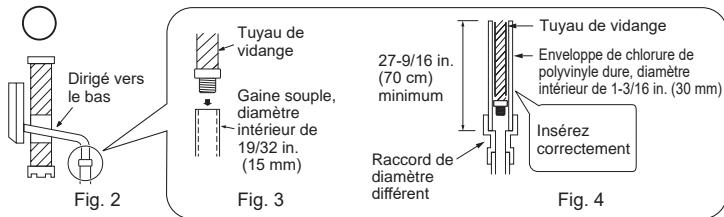

Fig. 3
- 6) Préparez l'extrémité du câble de terre (Fig. 3). Branchez-la à la borne de mise à la terre du boîtier électrique.
- 7) Préparez l'extrémité du câble de connexion de l'unité interne/externe (A) (Fig. 3). Branchez-la au bloc de raccordement. Veillez à ne pas effectuer d'erreur de branchement. Fixez fermement le câble au bloc de raccordement pour ne pas faire apparaître son noyau et n'appliquez aucune force extérieure à la section de branchement du bloc de raccordement.
- 4) Placez le bouchon de vidange sur la section sur laquelle le tuyau de vidange doit être fixé à l'arrière de l'unité interne. (Fig. 3)
- Si le tuyau de vidange fourni avec l'unité interne est trop court, branchez-le au tuyau de vidange fourni sur chantier (I). (Fig. 3)
- 2) Ébarbez parfaitement la partie tronçonnée du tuyau en évitant d'introduire des éclats de métal dans la tuyauterie. (Fig. 3)